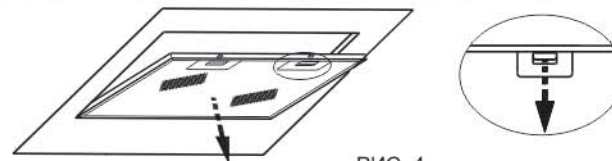

РИС. 4
8.3 Для очистки алюминиевого фильтра извлеките его из зонта (рис. 4) и произведите очистку с помощью щетки горячим водным раствором нейтрального моющего средства вручную или в посудомоечной машине (при 60°C).
- перед установкой зонта снимите алюминиевый фильтр, для этого нажмите на пружинный замок на фильтре и потяните его вниз и на себя (рис. 4);